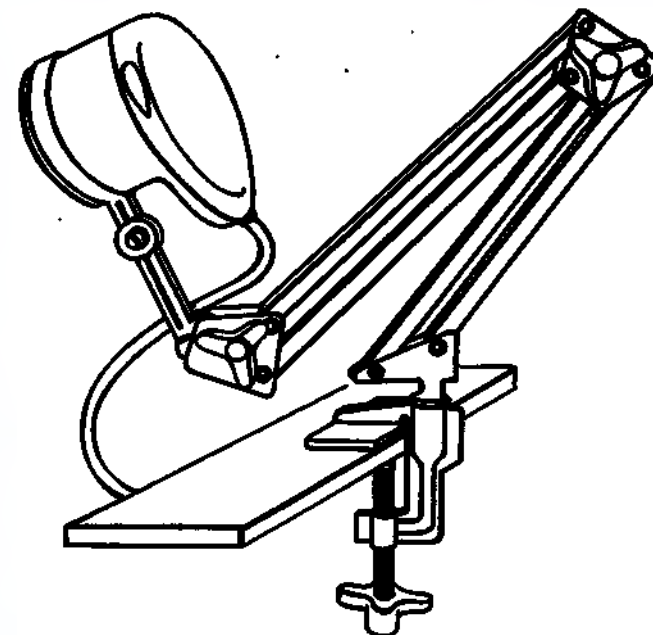

Рис. 5. Кронштейн с держателем терминала
8.10. По дополнительному требованию Заказчика аппарат может быть укомплектован кронштейном с держателем терминала (*рис. 5*).